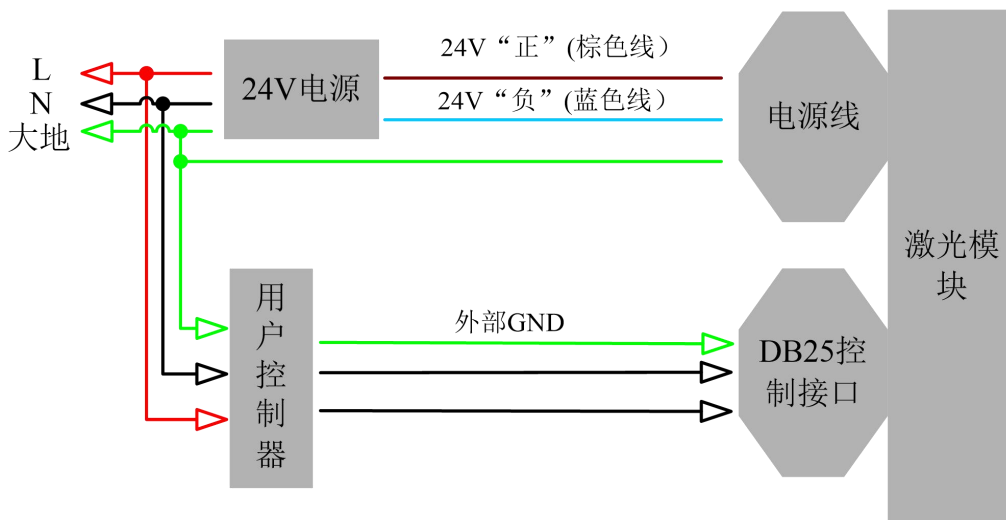

图4 电气连接图
3) 请确认外部控制器的控制接口与激光器相匹配, 将控制电缆接在激光器控制接口上, 并可靠固定。推荐电气连接图如图4所示: